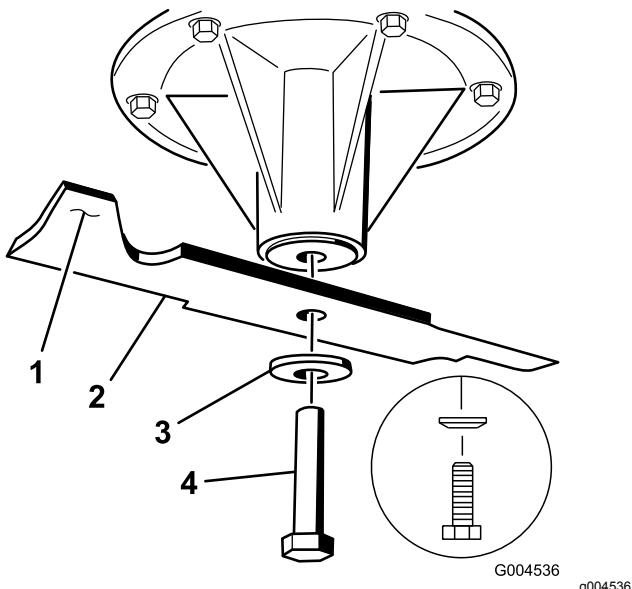

Bild 106
- Setzen Sie das Messer auf die Spindelwelle (Bild 106).
- Setzen Sie die Federscheibe und die Messerschraube ein (Bild 106).
Hinweis: Der Konus der Federscheibe muss bei der Installation in Richtung Schraubenkopf zeigen (Bild 106).